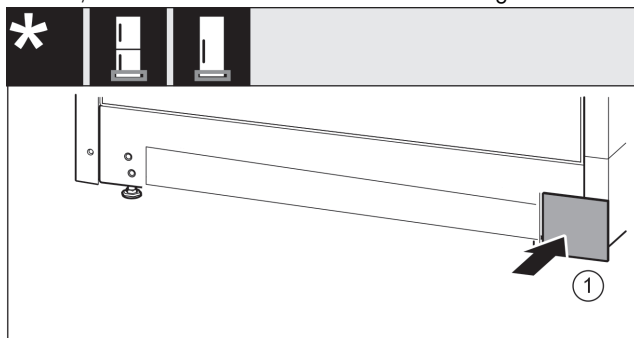

Fig. 20
- ▶ Abdeckung *Fig. 20 (1)* auf der anderen Seite wieder aufsetzen.